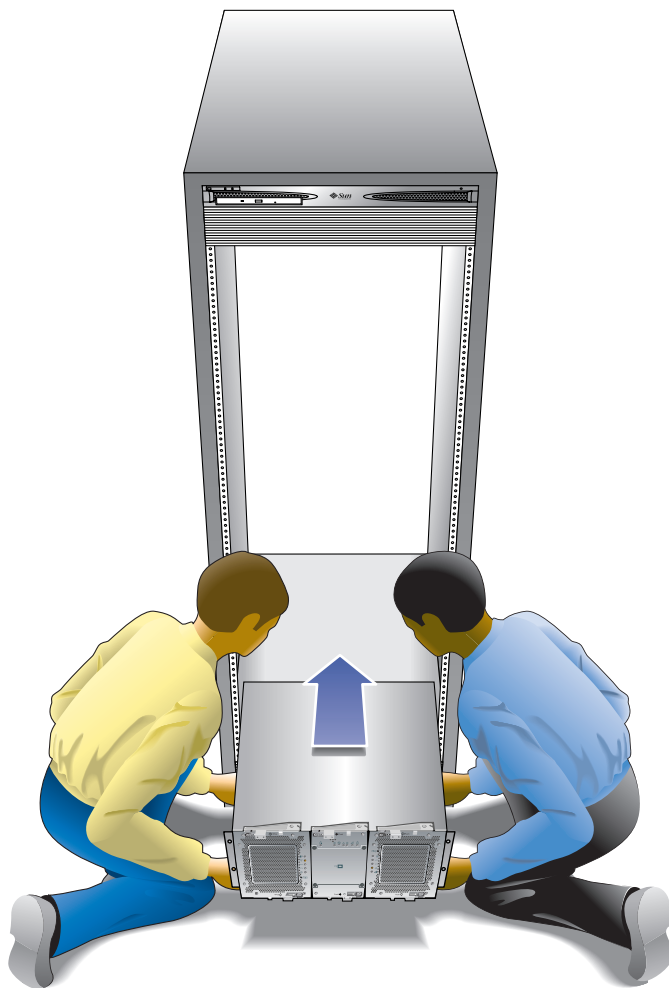

FIGURE 2-11 Mise en place du plateau dans l'armoire
1. **À deux, une personne de chaque côté du plateau, soulevez délicatement le plateau et posez-le sur la partie d'appui inférieure des rails gauche et droit** (voir FIGURE 2-11).